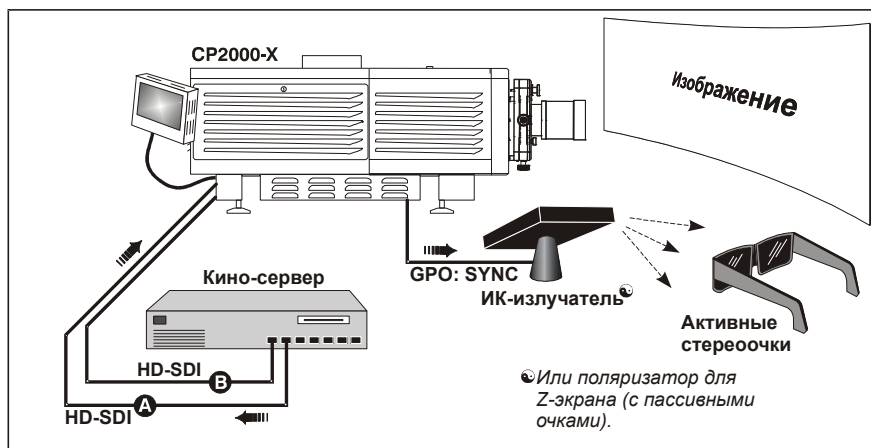

Figure 3-3 Типичная двухканальная стереосистема
**Figure 3-3** — отображение сведений о поддерживаемой конфигурации аппаратного обеспечения. Необходимо использовать либо ИК-излучатель для управления синхронизацией в активных очках, либо поляризованные элементы и Z-экран с пассивными очками.